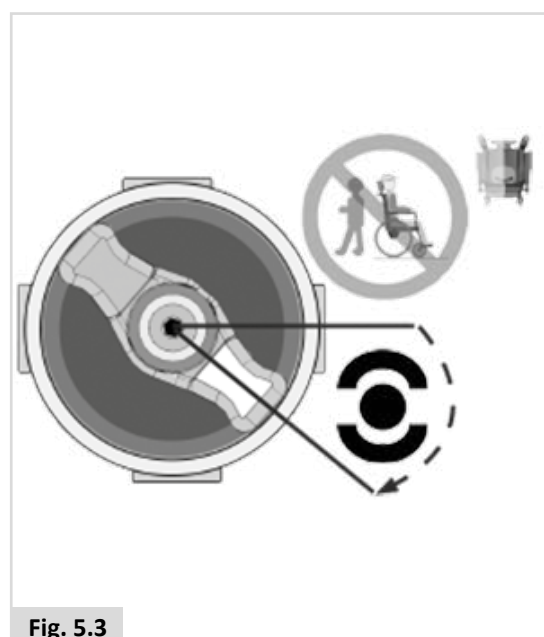
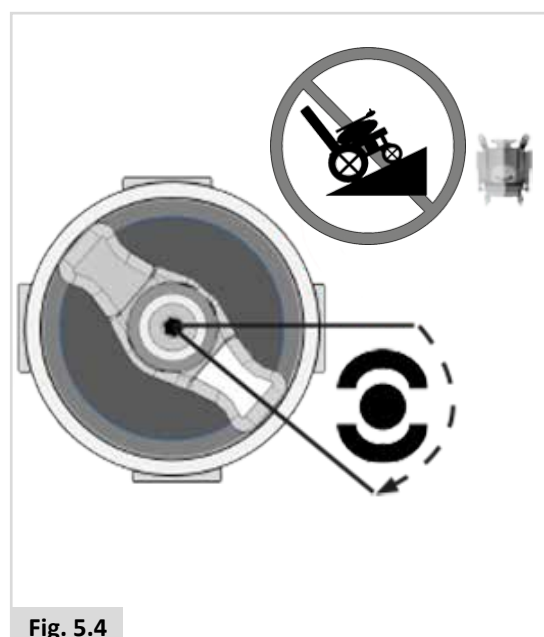

Fig. 5.3
Fig. 5.4
2. Para desengatar os motores. (Fig. 5.3 - Fig. 5.4).